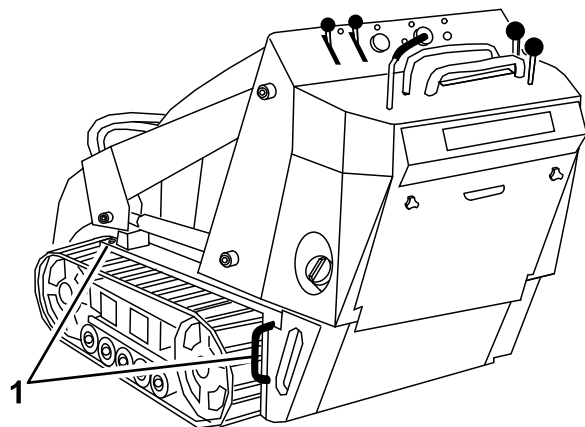

图 8
8. 使用机器上的金属栓系环用箍带、链条、缆绳或绳索(图 8)将机器牢牢固定在拖车或卡车上。请参阅当地法规了解栓系要求。